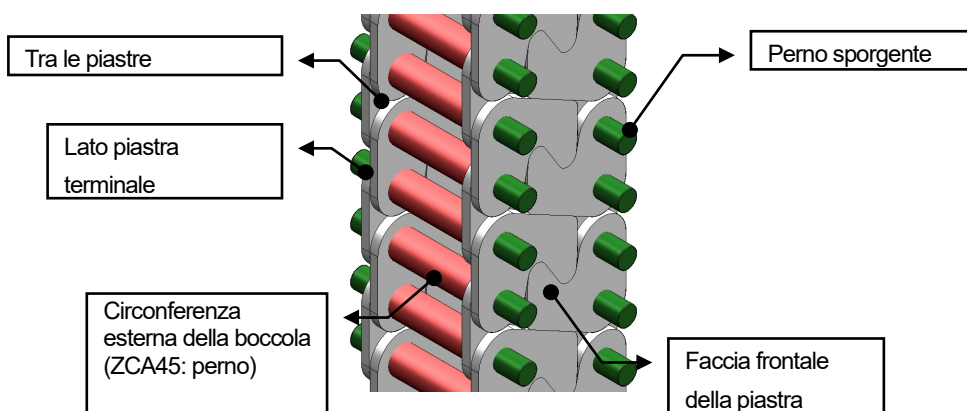

Fig. 6 Punti di ispezione della Zip Chain
- Controllare l'usura della Zip Chain (Fig.6)
- ① Verificare la presenza di usura da ossidazione (color ruggine)
① Assicurarsi che boccole e pemi sporgenti non siano incrinati o rotti.